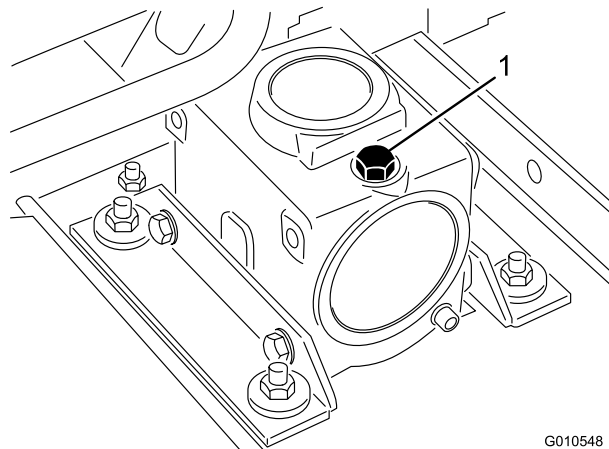

Bild 13
2. Nehmen Sie den Peilstab bzw. die Füllschraube oben am Getriebe ab (Bild 13) und stellen Sie sicher, dass der Schmiermittelstand zwischen den Markierungen am Peilstab liegt. Wenn der Schmiermittelstand niedrig ist, füllen Sie Schmiermittel ein, bis der Stand zwischen den Markierungen liegt.